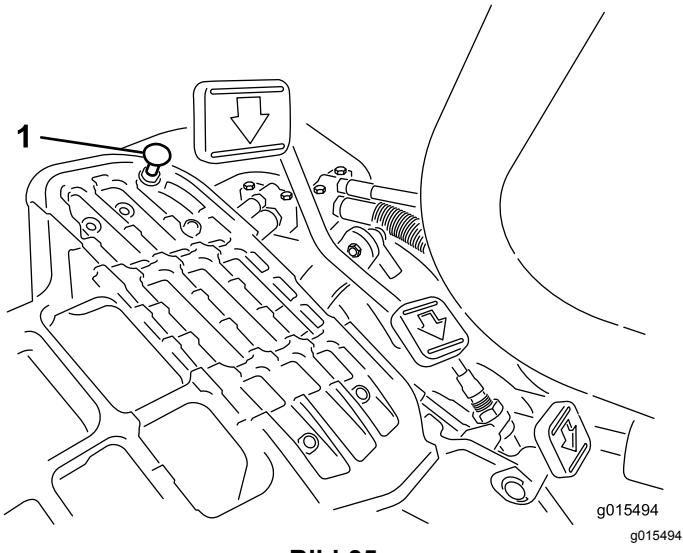

Bild 35
Stellen Sie den Funktionsschalthebel in die TRANSPORT-Stellung und treten Sie auf das Fahrpedal, um die maximale Transportgeschwindigkeit zu erreichen. Wenn das Pedal den Anschlag erreicht (Bild 35), bevor das Kabel gespannt ist, führen Sie folgende Einstellungsschritte aus:
1. Stellen Sie den Funktionsschalthebel in die TRANSPORT-Stellung lösen Sie die Sicherungsmutter, mit der der Pedalanschlag an der Bodenplatte befestigt ist (Bild 35).